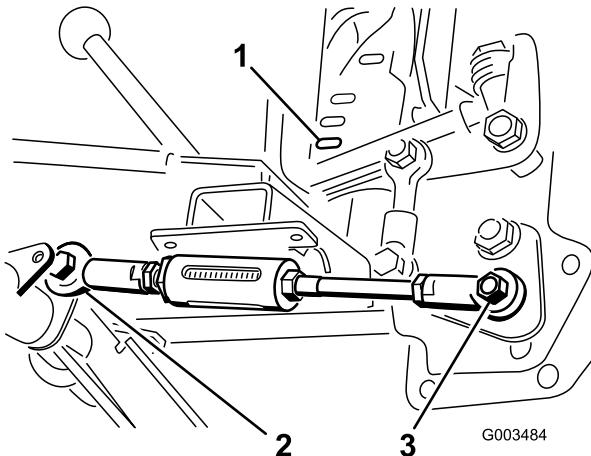

Figura 8
- Mueva la palanca de elevación hasta que el taladro de la articulación esférica esté alineado con el taladro del lado derecho de la palanca de la varilla ajustable del tubo de giro, y sujetela la varilla a la palanca con un perno (1/2 x 1-1/2 pulgadas) y una contratuerca (1/2 pulgada), según se muestra en Figura 8.